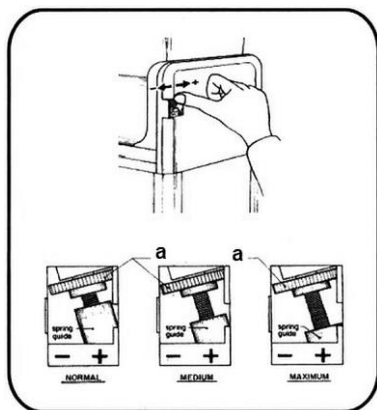

Fig. 3
1. In caso di latte o altri prodotti che richiedono i tempi di congelamento più lunghi, modificare l'impostazione su “medium” o “maximum”, ruotando a questo scopo il pomello di regolazione (a) verso il segno “+”, come illustrato nella fig. 3.